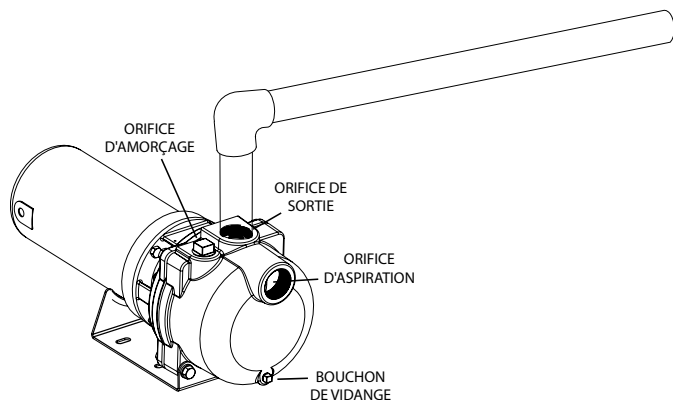

Figure 6
B. Raccords de Sortie (Figure 6)